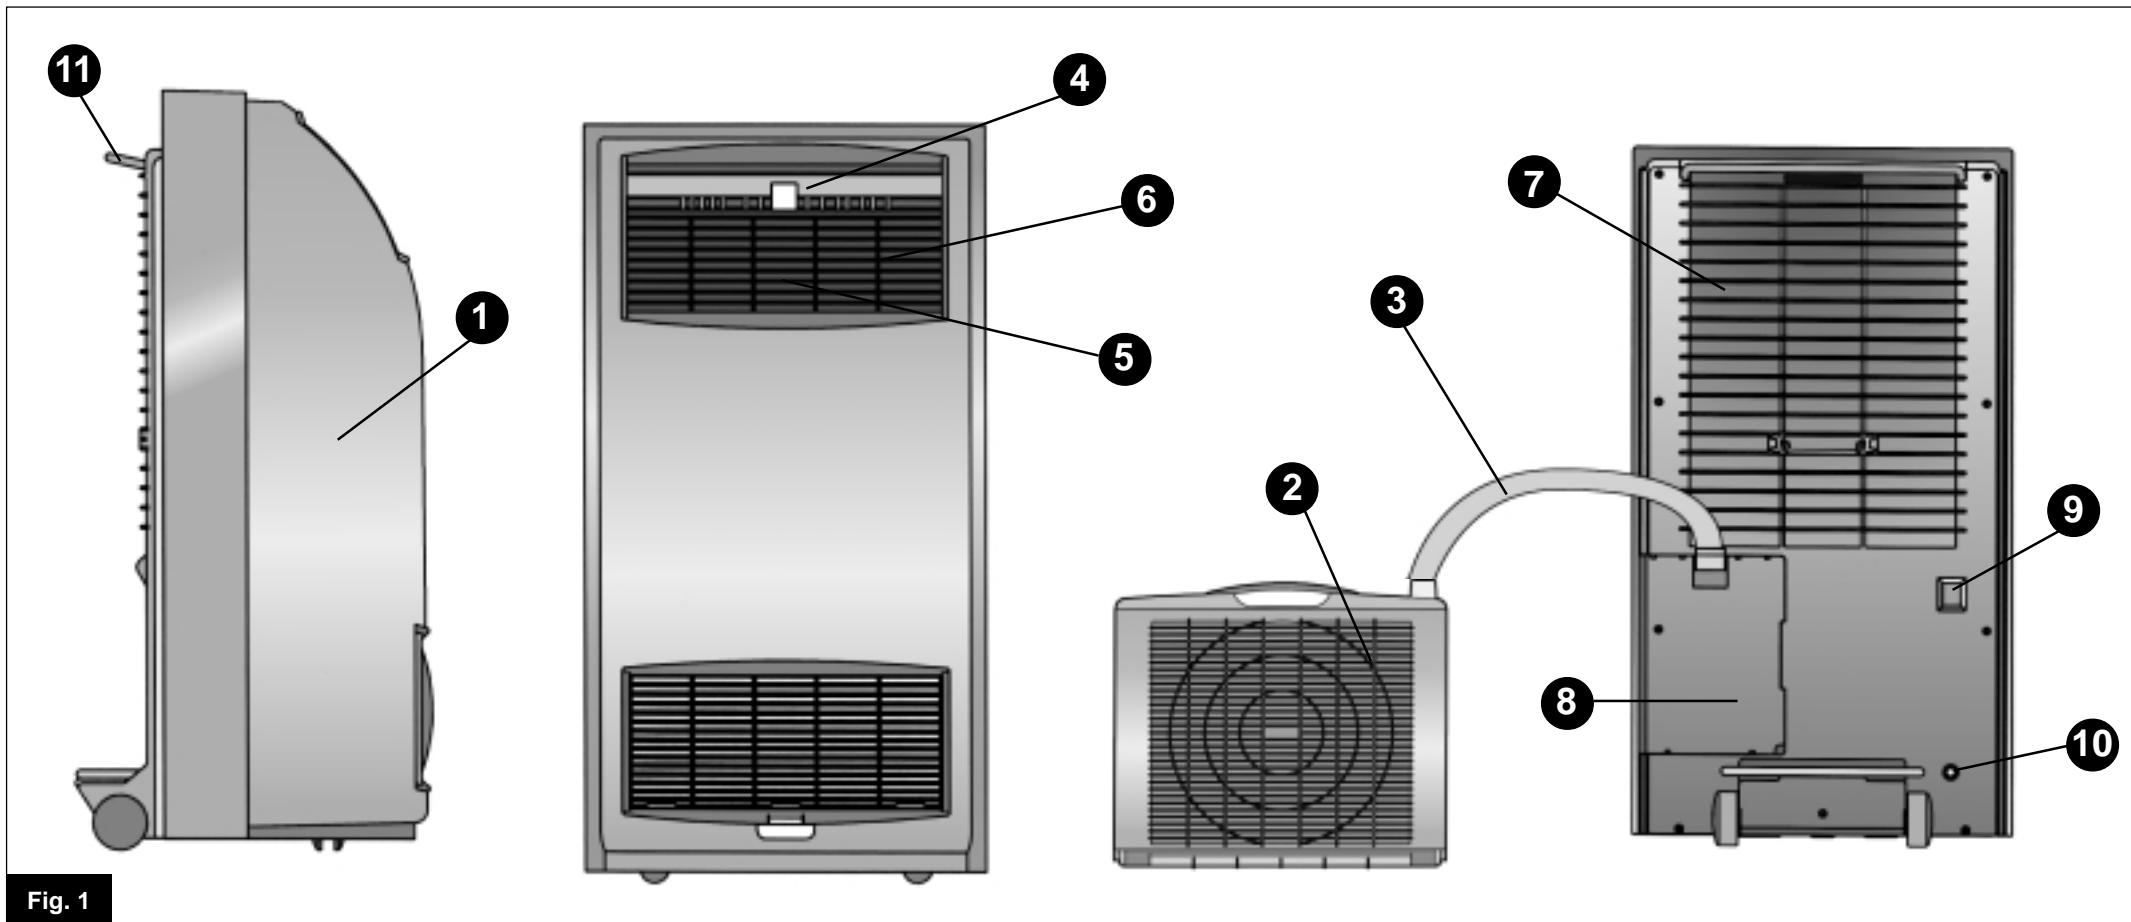

Fig. 1
IDENTIFICAZIONE DELLE PARTI PRINCIPALI (Fig. 1)
IDENTIFICATION DES PRINCIPALES PARTIES (Fig. 1)
LIST OF MAIN COMPONENTS (Fig. 1)
BESCHREIBUNG DER GERÄTE-TEILE (Abb. 1)
IDENTIFICACION DE LAS PARTES (Fig. 1)
ONDERDELENLIJST (Fig. 1)
• Il totale arresto del climatizzatore, nonostante vi sia la normale alimentazione elettrica, può essere dovuto all'intervento di una sicurezza interna che impedisce la fuoriuscita di acqua. Prima di chiamare il centro assistenza provate a drenare l'acqua contenuta nel CLIMATIZZATORE togliendo il tappo apposito (Fig. 1). Se l'inconveniente dovesse riverificarsi fate controllare il Vs. climatizzatore da un tecnico specializzato.
• Si le CLIMATISEUR s'arrête complètement, malgré une alimentation électrique normale, ceci est peut être dû à l'activation d'une sécurité interne qui empêche l'eau de s'évacuer. Avant d'appeler le centre d'assistance, essayez de drainer l'eau contenue dans le CLIMATISEUR en enlevant le bouchon spécial (Fig. 1). Si l'inconvénient se reproduit, faites contrôler l'appareil par un technicien spécialisé.